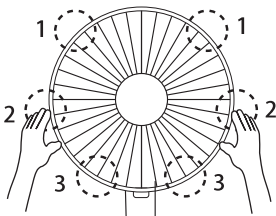

Рис.6
8. Насадите соединительный обод на заднюю решетку за несколько точек (рис.6).